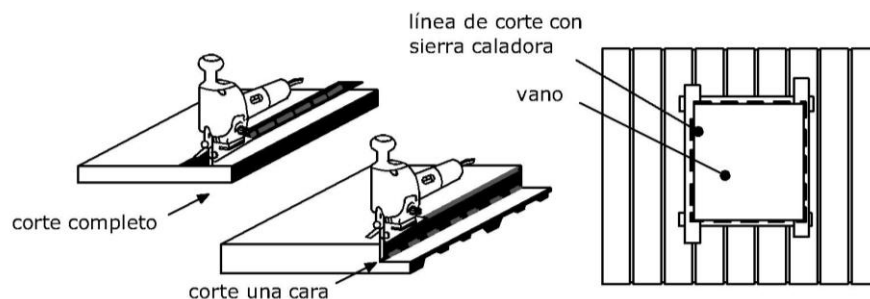

Fig. 27
- Verifique que el trazo sea correcto y proceda a cortar el panel con una sierra recíprocante o caladora. Si va a hacer un corte de espesor completo asegure que la longitud del corte de la hoja de la sierra sea mayor al espesor del panel. Cuando se corte por una sola cara (requerido en traslapes o en instalaciones especiales) verifique que la hoja de la sierra penetre en el poliuretano hasta la profundidad deseada. Instale en sus herramientas las sierras especificadas para el corte de láminas metálicas. Recuerde no usar sierra de disco para hacer los cortes en los paneles debido a que la fricción quema y daña la pintura del panel. (Fig. 27)